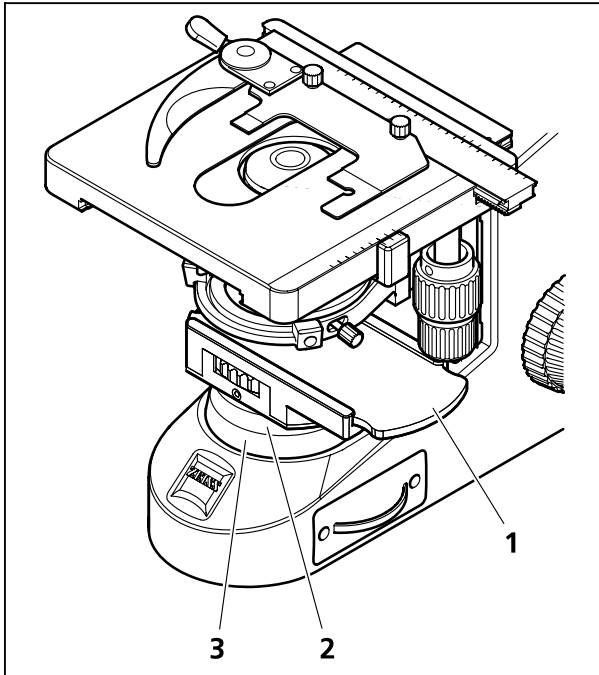

Fig. 11 Montage du coulisseau sur le diaphragme de champ lumineux
- Dévissez la bague de recouvrement (Fig. 11/2) du diaphragme de champ lumineux (Fig. 11/3).
- Retournez le coulisseau (Fig. 11/1) en position de montage, posez-le sur le diaphragme de champ lumineux (Fig. 11/3) et vissez-le tout d'abord légèrement avec la bague de recouvrement (Fig. 11/2).
- Tournez le coulisseau (Fig. 11/1) dans la position désirée (pour droitier ou gaucher) et immobilisez-le en serrant la bague de recouvrement.
- Desserrer la bague de recouvrement du diaphragme de champ lumineux (Fig. 11/2) et déposez-la en même temps que le coulisseau (Fig. 11/1).